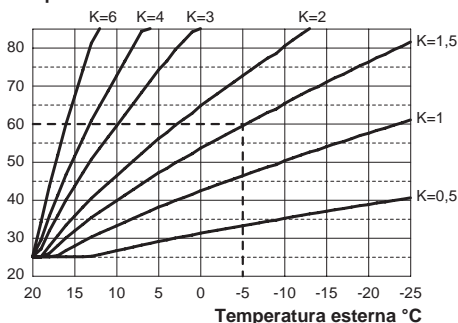

Figura 5.35
Se alla caldaia **È COLLEGATO** il comando remoto (opzionale) riferirsi alla Figura 5.35.
Quando si installa la sonda esterna bisogna impostare questo parametro in base al rendimento dell'impianto di riscaldamento per ottimizzare la temperatura di mandata (Figura 5.35).
Es. Per avere una temperatura di mandata all'impianto di riscaldamento di 60°C con una esterna di -5°C si deve settare un K di 1,5 (linea tratteggiata in Figura 5.35).
- Utilizzando i tasti 12 o 13 è possibile modificare il valore del parametro 15 da un minimo di **01** ad un massimo di **60** in base alla curva scelta del coefficiente K in Figura 5.35 (il va-